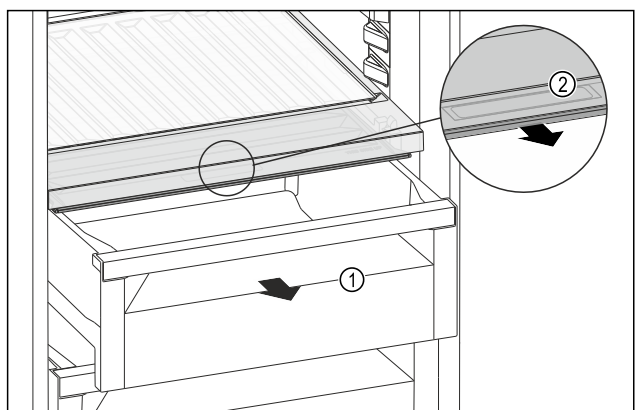

Fig. 158
- Dra ut utdragslådan Fig. 158 (1).
- Ta tag i fördjupningen Fig. 158 (2) på facklocket och dra samtidigt facklocket framåt.